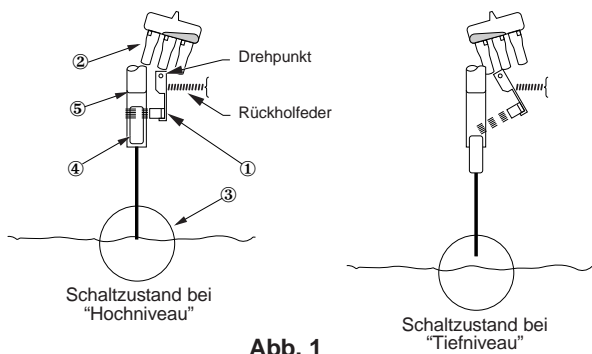

Abb. 1
Ein Dauermagnet ① ist drehbar gelagert und betätigt über einen Mechanismus ein Schaltermodul ②. Der Schwimmer ③ ist über das Schwimmergestänge mit einem magnetischen Anziehungskörper ④ verbunden und bewegt diesen in Abhängigkeit des Füllstandes in den oder aus dem schalterauslösenden Magnetfeldbereich. Ein nicht magnetisches Führungsrohr (E-Tube) ⑤ trennt dabei hermetisch das komplette Schaltermodul von allen benetzten Teilen. Bei "Hochniveau" wird der Dauermagnet ① vom magnetischen Anziehungskörper ④ fest an das Führungsrohr (E-Tube) herangezogen und somit ein Schaltvorgang im Schaltermodul ausgelöst. Bei "Tiefniveau" erfolgt eine Rückschaltung, indem der Dauermagnet durch eine Rückholfeder wieder in Ruhestellung gebracht wird. Siehe **Abb.: 1**